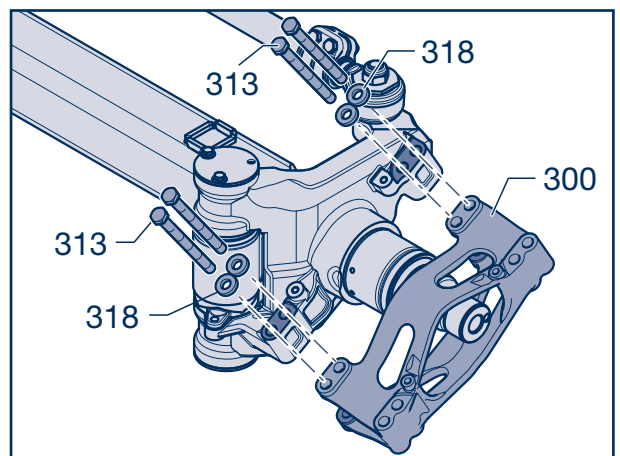

Fig. 2
☞ Bei Ausführung mit B-Nabe muss zwischen der Scheibenbremse und dem Lenkschenkel ein Halter (300) montiert werden (Fig. 2).
- [1] Anlageflächen Bremsträger / Halter / Bremssattelträger reinigen (Fig. 2). Diese müssen sauber, farb- und fettfrei gehalten werden.
- [2] Halter (300) mit neuen Zylinderschrauben (313) und Scheiben (318) lagerichtig am Bremsträger verschrauben und alle Schrauben mit 320 Nm (300 - 350 Nm) festziehen (Fig. 2).
- [3] Bremssattelträger am Halter (300) mit neuen Schrauben (315) und Scheiben (318) montieren.